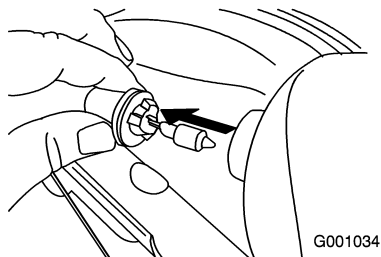

Figure 59
3. Retirez l'ampoule par l'arrière du phare (Figure 59).